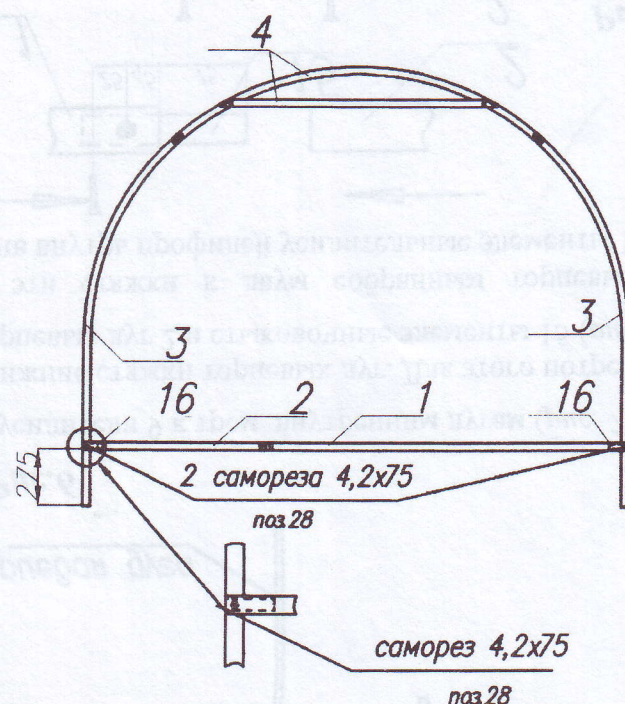

Рис.9
3.11. Присоедините эти стяжки к двум собранным торцевым дугам саморезами 75 мм, предварительно вставив внутрь профилей усиленные элементы 16 (рис.9).